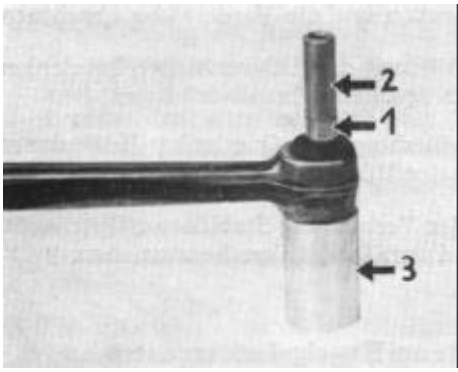

Bild F 17
3. Die Bohrung der Gummifüllung mit Talkum versehen und die Hülse mit einem kegigen Führungsdorn und einer Handhebelpresse eindrücken. Den Querlenker dabei auf die Auflagehülse legen, da die Gummifüllung beim Eindrücken der Hülse etwas herausgeschoben wird (siehe Bild F 17).